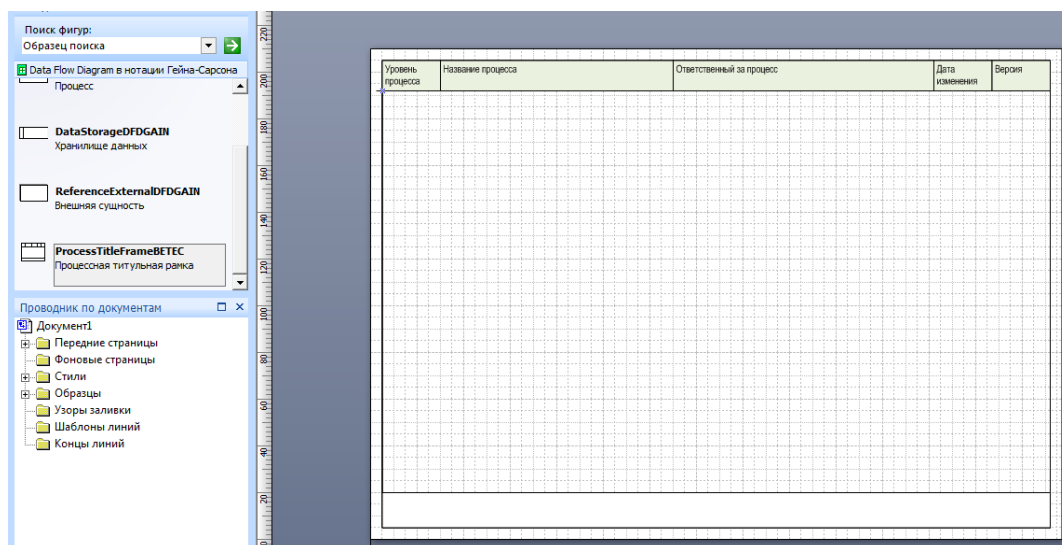

Рисунок 4.2 Мастерская страница
- 2) Перетащите **процессную титульную рамку** на пустую страницу (Рис.4.2);